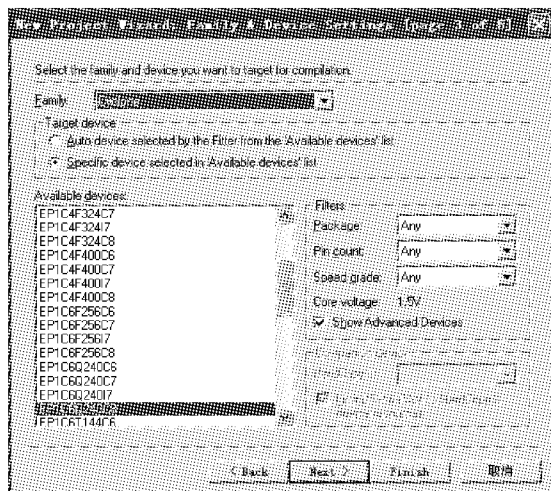

图 3-8 Quartus II 创建工程向导界面(三)
(3) 选择可编程器件为 Cyclone EP1C6Q240C8,如图 3-8 所示,此设计过程可在以后完成(方法为:在 Assignments 菜单中的 Device...选项中进行设置)。